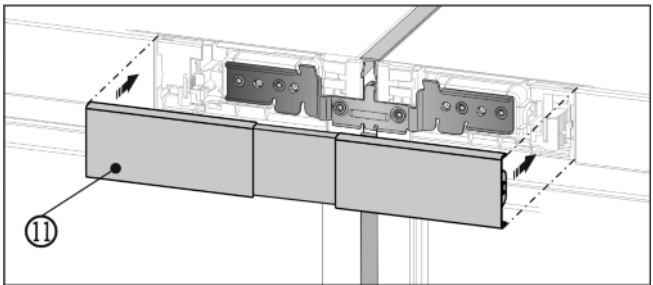

Fig. 15
- Obere Abdeckung Fig. 15 (11) auf den noch offenen Zwischenraum der beiden Bedienteilblenden aufrasten. Darauf achten, dass die Aussenseiten der Abdeckung bündig mit den Bedienteilblenden abschließen.